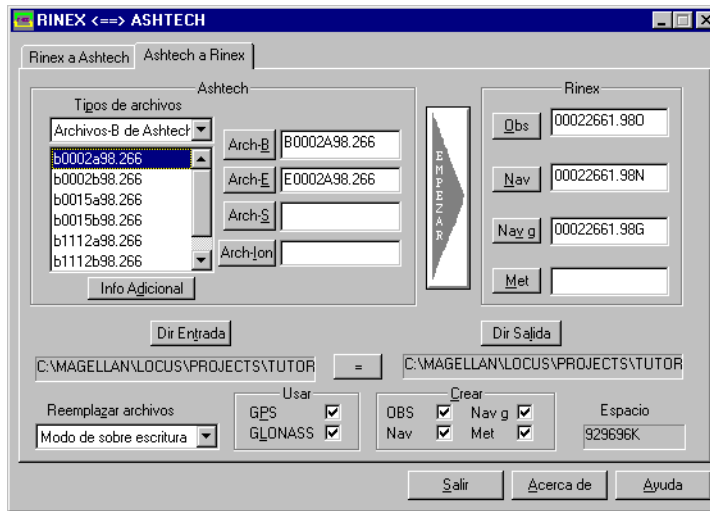

Figura B.6. Cuadro de Diálogo Ashtech a Rinex
- Haga click en la etiqueta **Ashtech a RINEX** para cambiar a dicha etiqueta (Figura B.6).